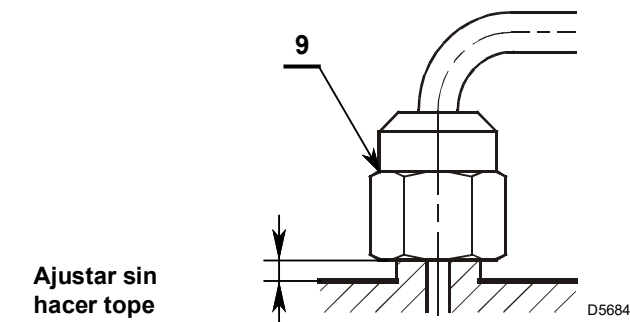
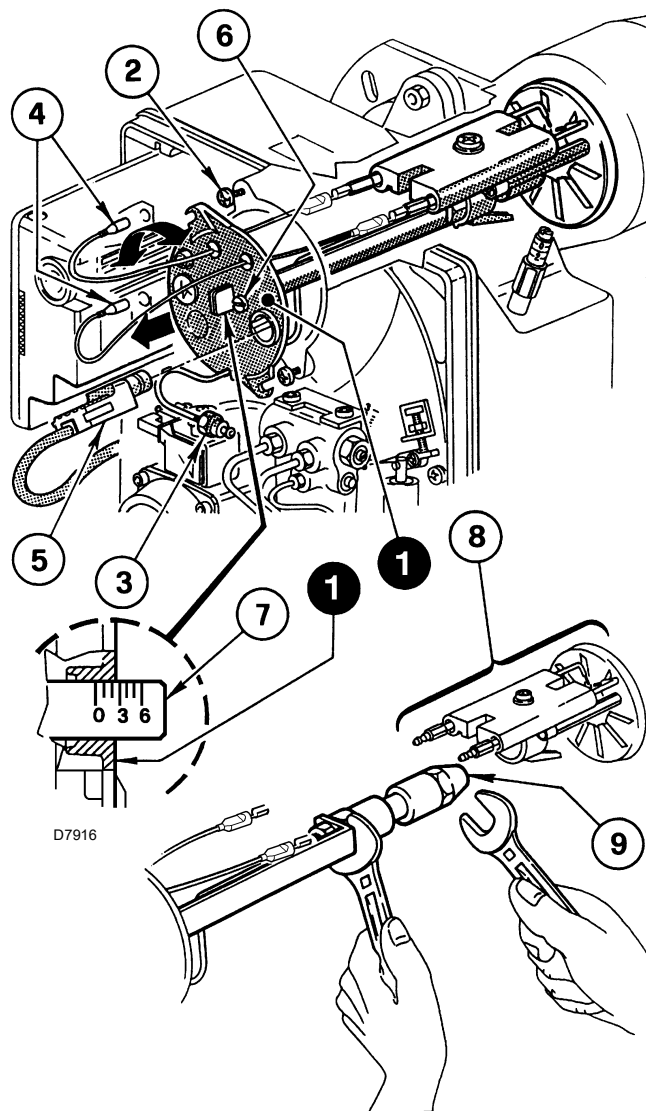
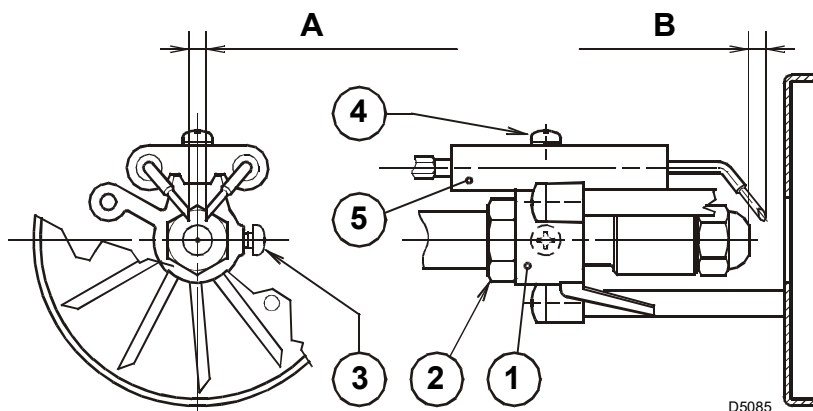

Fig. 10
Fig. 11
Fig. 13
- extraer el conjunto portaboquillas 1)(Fig. 11) tras aflojar los tornillos 2)(Fig. 11), desenroscar las tuercas 3)(Fig. 11) y quitar los cables 4)(Fig. 11) de la caja de control y el sensor de llama 5)(Fig. 11).
- Extraer los cables 4)(Fig. 11) de los electrodos, aflojar el tornillo 3)(Fig. 13) y extraer el conjunto soporte estabilizador 8)(Fig. 11) del conjunto portaboquilla 1)(Fig. 11).
- Enroscar la boquilla 9)(Fig. 11) correctamente apretándola como se muestra en la Fig. 10.
Cuando se vuelva a montar el conjunto portaboquilla, enroscar la tuerca 9), como muestra la Fig. 10.
- girar en sentido horario o antihorario el tornillo de regulación 6)(Fig. 11) hasta que la muesca de la brida de regulación 7) (Fig. 11) coincida con el plano exterior del conjunto portaboquilla 1) (Fig. 11).
Respetar las medidas de la Fig. 13.
- apoyar el conjunto soporte estabilizador 3)(Fig. 13) en el porta-boquilla 2)(Fig. 13) y bloquear con el tornillo 4)(Fig. 13).
- Para posibles ajustes del grupo electrodos 5) aflojar el tornillo 6)(Fig. 13).